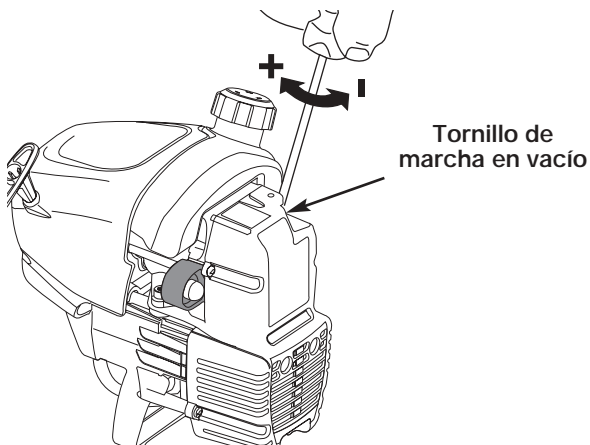

Figure 43
La velocidad lenta del motor puede ser ajustada por la cubierta del silenciador / filtro de aire (Fig. 43).
2. Suelte el gatillo del regulador y deje que el motor funcione en marcha en vacío. Si el motor se para, inserte un pequeño destornillador Phillips o de vástago plano en el orificio de la cubierta del silenciador / filtro de aire (Fig. 43). Gire el tornillo de marcha en vacío en **sentido horario**, de a 1/8 de vuelta por vez (según sea necesario) hasta que el motor funciona marcha en vacío.